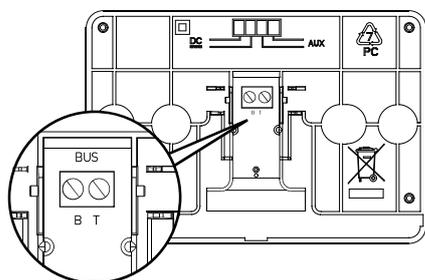

Fig. 12 Morsetto
- Collegare la coppia di anime al morsetto. (fig. 12)